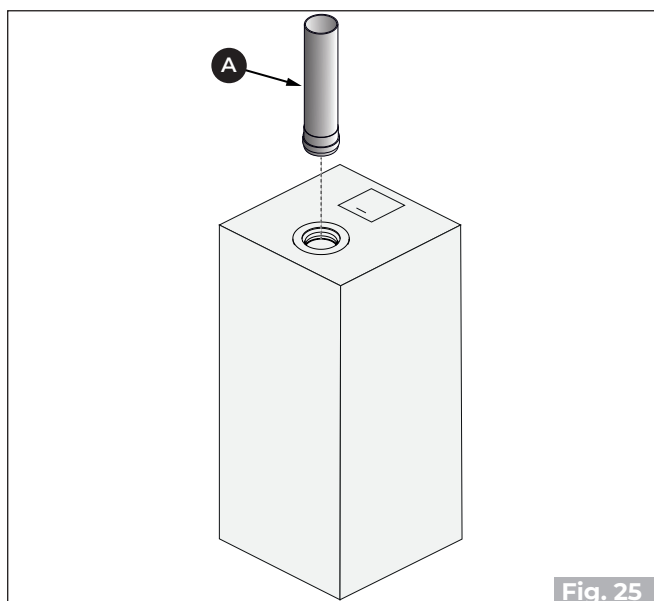

Fig. 25
- Priključite cev za odvod dimnih plinov (A) ("Fig. 25").